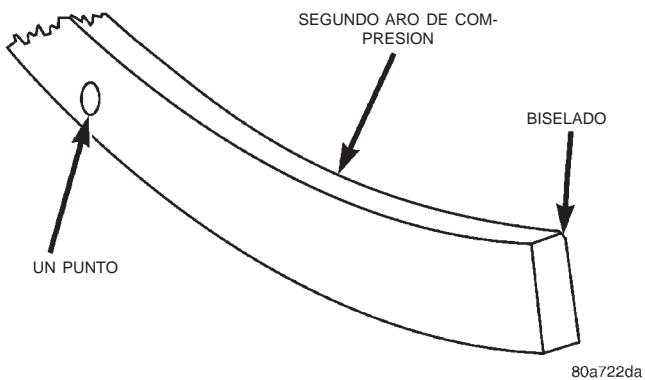
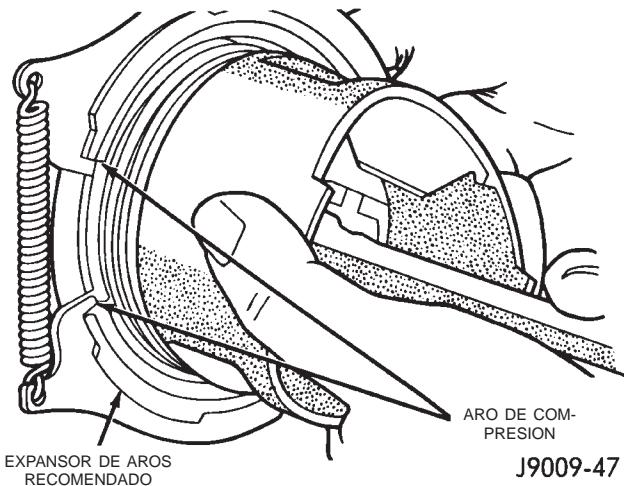

Fig. 9 Identificación del segundo aro de compresión
Fig. 11 Instalación de aros de compresión
(7) El segundo aro de compresión cuenta con un ligero biselado en la parte inferior del borde interno y un punto en la parte superior para facilitar su correcta instalación (Fig. 9).
(8) Empleando un instalador de aros, instale el segundo aro de compresión con el punto orientado hacia arriba (Fig. 9) y (Fig. 11).
(9) Empleando un instalador de aros, instale el aro de compresión superior (con cualquiera de sus lados hacia arriba).